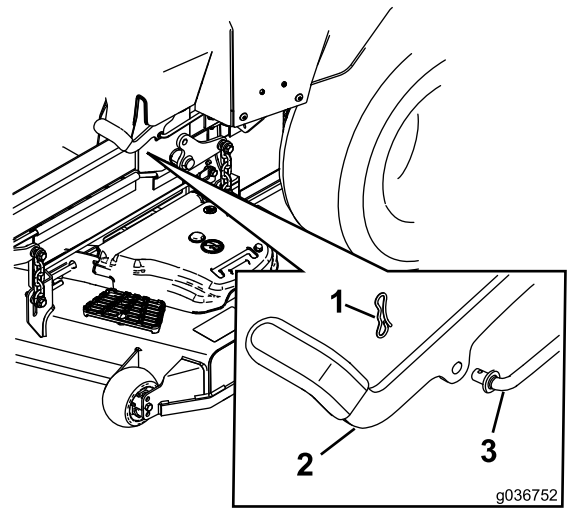

Bild 58
6. Falls eine Einstellung erforderlich ist, lösen Sie die Feststellbremse. Nehmen Sie den Splint aus der Bremsgestängewelle (Bild 58).